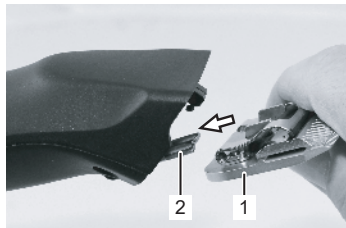
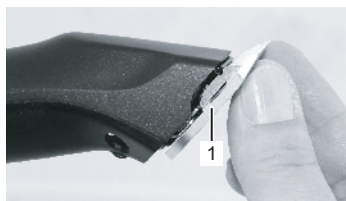

Fig. 17
Fig. 19
6. Inserte el cabezal de corte deseado en la charnela de la cuchilla y ciérrelo presionando ligeramente hacia la máquina de cortar pelo mientras esta está en marcha (Fig. 17 hasta Fig. 19).